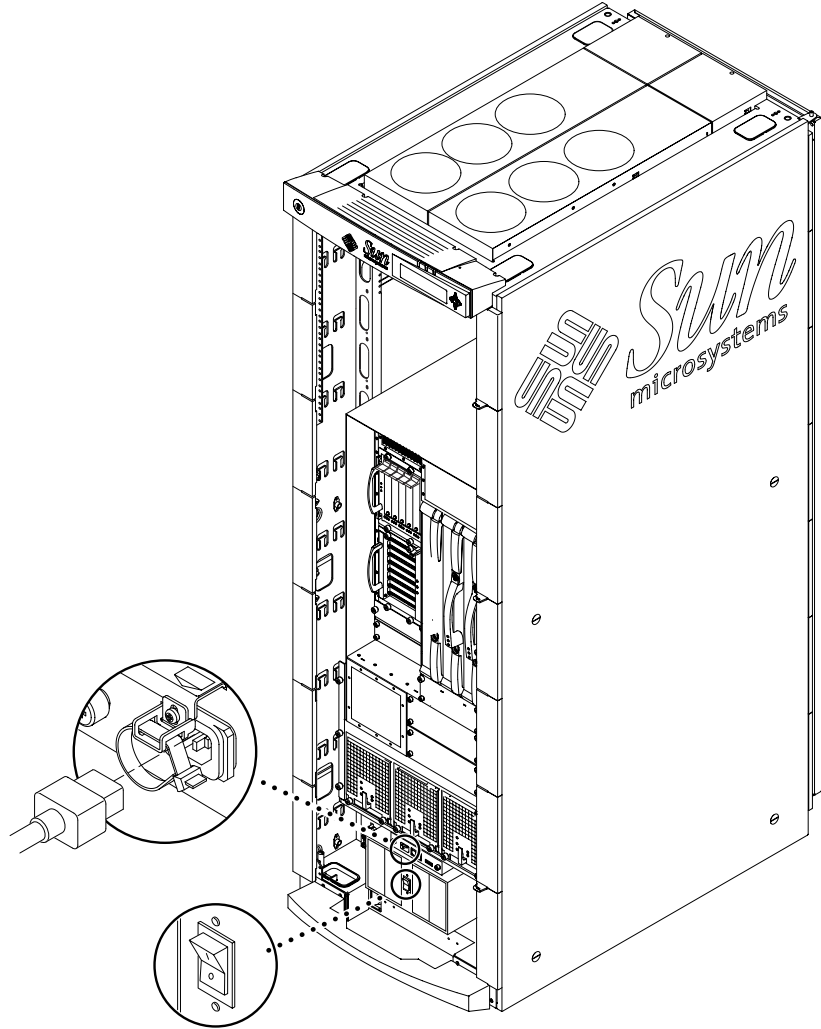

图 1-5 安装在 Sun Fire 4810 系统上的机柜的电源开关位置
1. 确保 Sun Fire 机柜上的各个电源开关均设为关闭（图 1-5）。
2. 确保 Sun Fire 4810 系统上的每个电源开关都设置为关 (off)（图 1-5）。